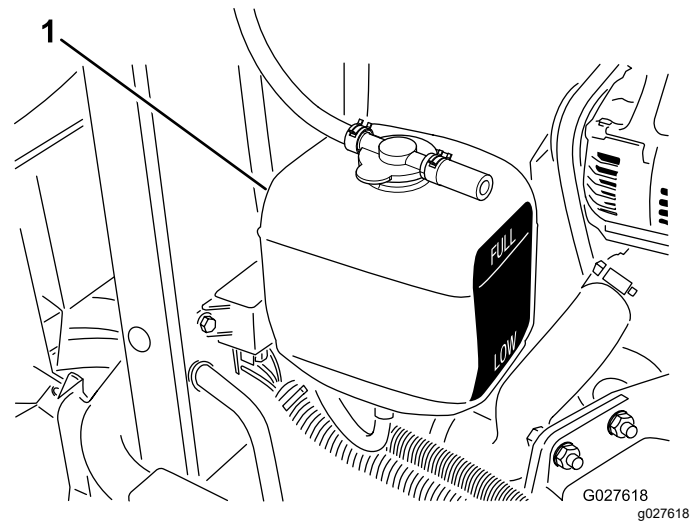

Figure 80
3. Vérifiez le niveau du liquide de refroidissement dans le vase d'expansion (Figure 80).